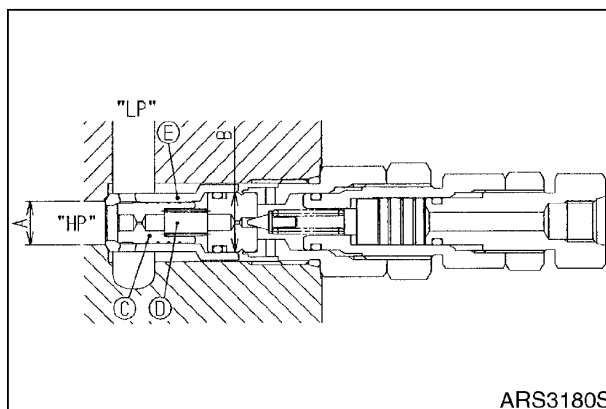

Рис. 21
1. Главный предохранительный клапан расположен между нейтральным масляным каналом НР (рис. 21) и масляным каналом низкого давления LP. Нагнетаемое масло поступает через дроссель в главной тарелке С в нейтральный масляный канал НР и заполняет внутреннюю полость D. Вследствие разницы между А и В в площадях, на которые воздействует гидравлическое давление, главная тарелка С сидит на втулке Е.